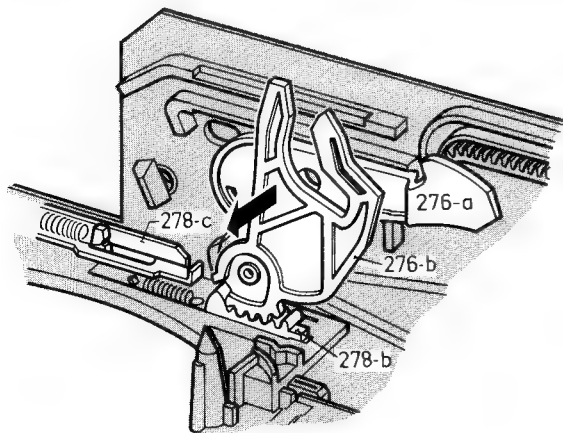

Bild 1-23
- Einfädelring nach links verdrehen, bis der Steuerhebel Pos. 278 nach hinten geschoben werden kann. Steuerhebel so stellen, dass sich der Lifthebel in der senkrechten Stellung befindet. Die Lifthebel Pos. 276b und 276a lassen sich nun nach links entfernen. (Bild 1-23).